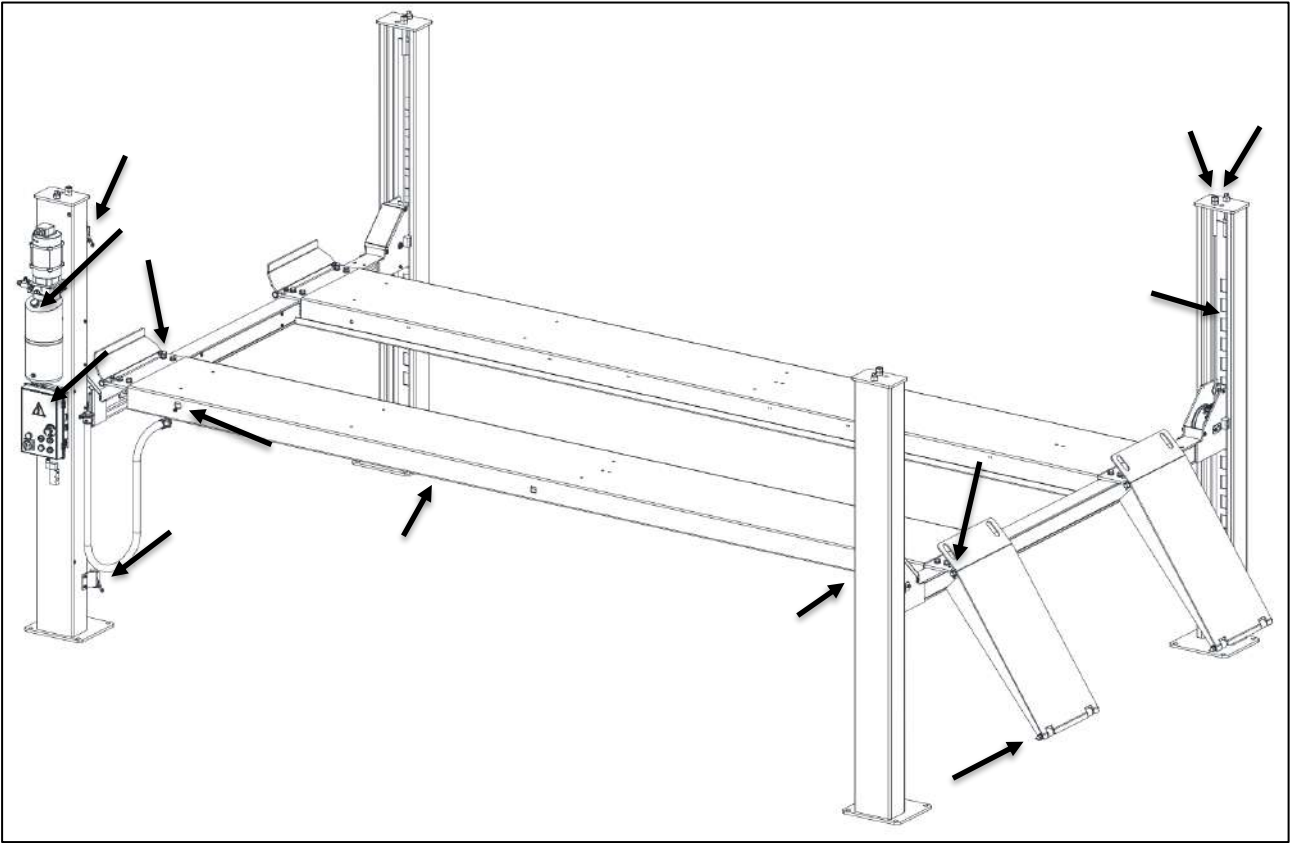

Fig. 68 - Tjek ved årlig vedligeholdelse af maskinen
6.4 Årlig vedligeholdelse (visuel oversigt fig. 68)